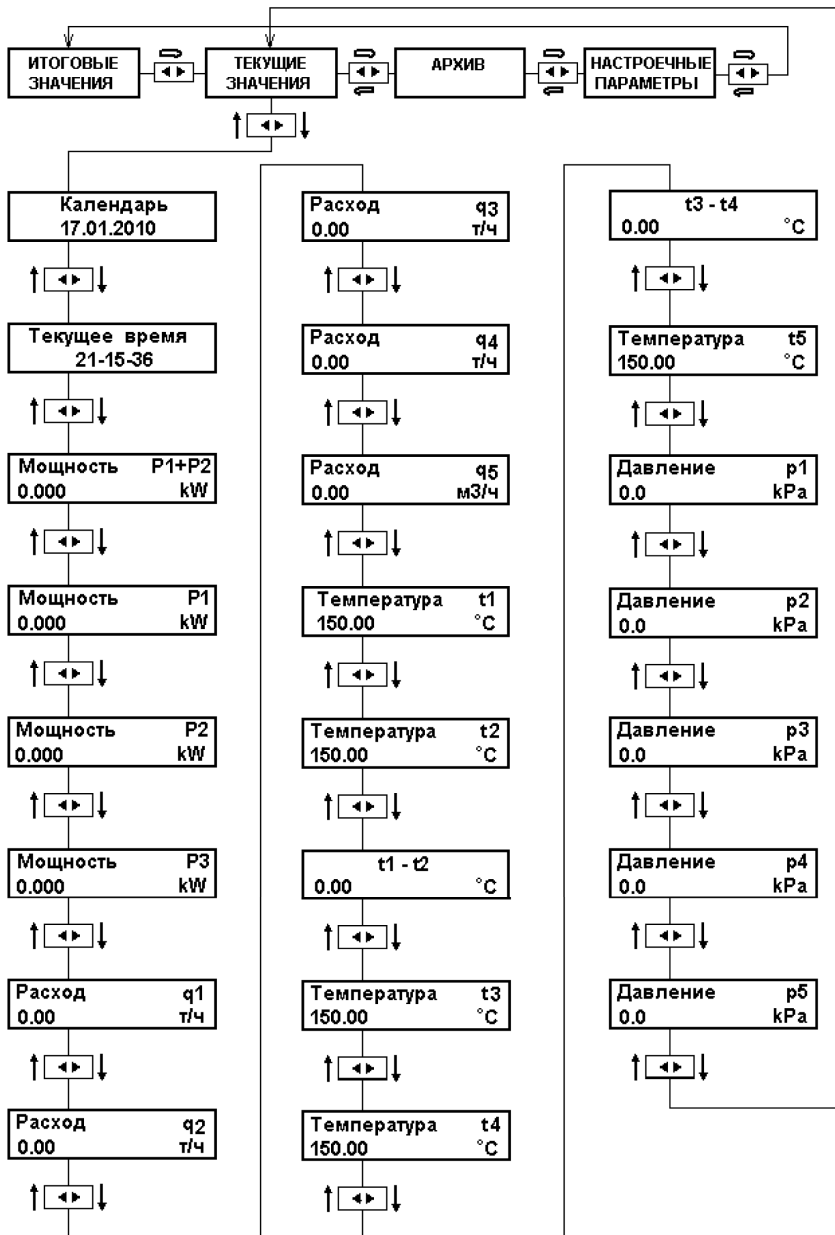

Рис. 4 Схема просмотра текущих значений
8.3.1 Для просмотра текущих значений необходимо находиться в верхнем уровне меню длительным нажатием на кнопку ► или ◀ выбрать меню “ТЕКУЩИЕ ЗНАЧЕНИЯ”. Просмотр осуществляется кратковременными нажатиями кнопок ◀ и ► (рис.4).